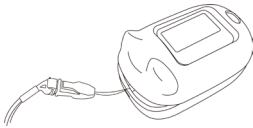

Figura 4 Montagem do cordão de suspensão
- Passo 1. Consulte a figura 4 e insira as duas pilhas de tamanho AAA adequadamente na direção certa.